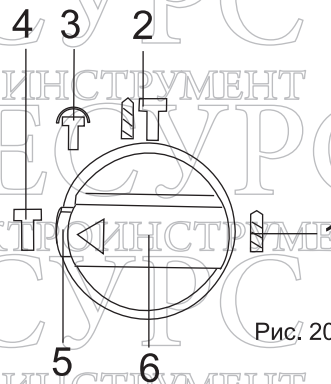

Рис. 20
3. Произведите перемещение переключателя Рис. 20, 21, п.6 по часовой/против часовой стрелки, нажав на фиксатор переключения Рис. 20, 21, п. 5, для выбора соответствующего режима работы перфоратора.
положение, отпустите фиксатор переключения Рис. 20, 21. п. 5, для фиксации переключателя режимов в нужном положении до щелчка.
1. Рис. 20, 21. п.1 - Режим "сверление", применяется для производства отверстий сверлом по металлу или по дереву (через ключевой адаптер-насадку). См. п. "Установка насадки-адаптера ключевого патрона"
2. Рис. 20, 21. п.2 - Режим "сверление с ударом", применяется для производства отверстий в железобетонных конструкциях сверлом по металлу, через ключевой адаптер-насадку или SDS-Plus насадками, устанавливаемыми непосредственно в SDS-Plus патрон.
3. Рис. 20, 21. п.3 - Сервисный режим «расклинивания» (включение проскальзывающей предохранительной муфты) - позволяющий избежать заклинивания бурового инструмента, производя осевое смещение ведомого вала на 10-15 градусов (36 положений) в противоположные стороны. Этот режим легко и удобно позволяет извлечь бур при его заклинивании без повреждений, как для бурового инструмента, так и самого перфоратора, тем самым продлевая их срок службы.
4. Рис. 20, 21, п.4 - Режим “Чистое долбление”.